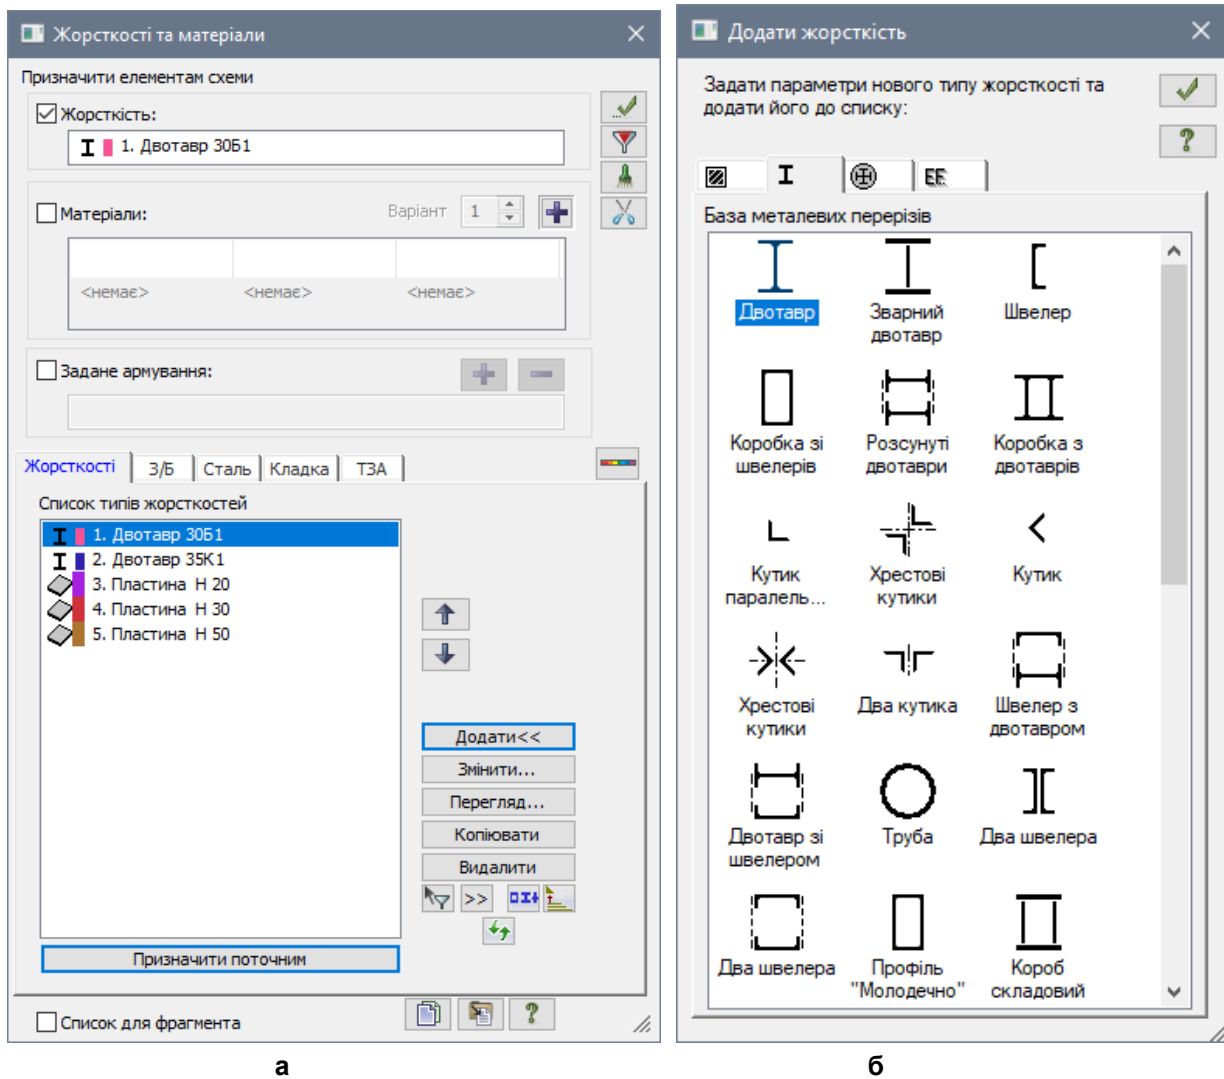

Рис. 4.9. Діалогові вікна: а – Жорсткості та матеріали, б – Додати жорсткість
Натискання на кнопку **Призначити поточним** або подвійне натиснення на рядок **Список варіантів конструювання схеми** робить обраний варіант активним в графічному середовищі. Вибір матеріалів для варіанту конструювання відбувається в діалоговому вікні **Жорсткості і матеріали** (рис. 4.9, а).
- Натиснувши на кнопку  – **Жорсткості та матеріали елементів** (панель **Жорсткості та в'язі** на вкладці **Створення та редагування**) відкрийте діалогове вікно **Жорсткості та матеріали** (рис. 4.9,а).
- В цьому вікні натисніть на кнопку **Додати** та в діалоговому вікні **Додати жорсткість** (бібліотеці характеристик жорсткості) виберіть другу закладку **База металевих перерізів** (рис. 4.9,б).
При використанні декількох варіантів конструювання перемикання на інший варіант конструювання здійснюється в діалоговому вікні **Жорсткості і матеріали** (рис. 4.9, а) за допомогою лічильника **Номер поточного варіанту конструювання схеми** (при встановленому прапорці **Матеріали**.)